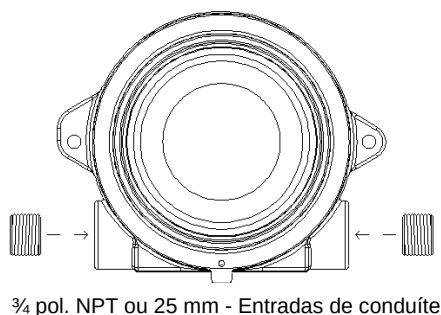

Figura 2-3
- a) Se apenas uma entrada de conduíte for utilizada, instale e vede corretamente o plugue de conduíte na entrada não usada, NPT de 3/4 pol. ou 25 mm (veja a Figura 2-3).